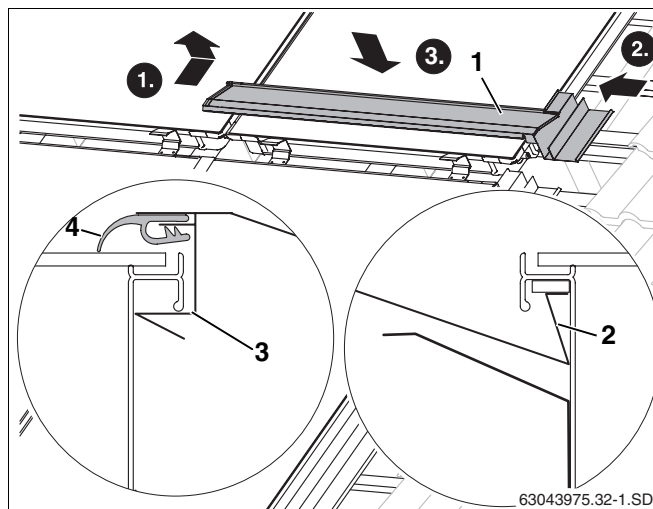

Fig. 52 Posa della prima lamiera di copertura centrale
- Inserire la piegatura verso l'alto della lamiera di copertura (fig. 52, **pos. 2**) nell'impugnatura del telaio dei collettori.
- Applicare la lamiera di copertura (fig. 52, **pos. 1**) al collettore inserendola nella lamiera di copertura laterale destra.
- Premendo sulla parte superiore della lamiera di copertura, la lamiera si incastra sotto l'impugnatura del telaio dei collettori (fig. 52, **pos. 3**).
- Disporre lo spigolo di gomma (fig. 52, **pos. 4**) sulla parte superiore del collettore.